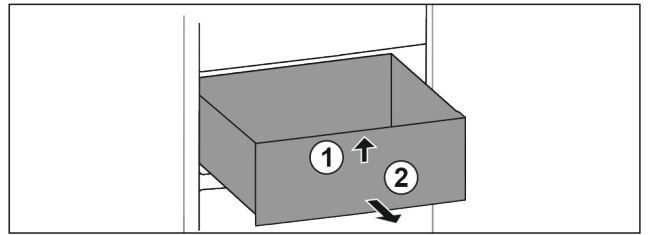

Fig. 64
- Sollevare il cassetto dal davanti. Fig. 64 (1)
- Rimuovere il cassetto tirandolo in avanti. Fig. 64 (2)